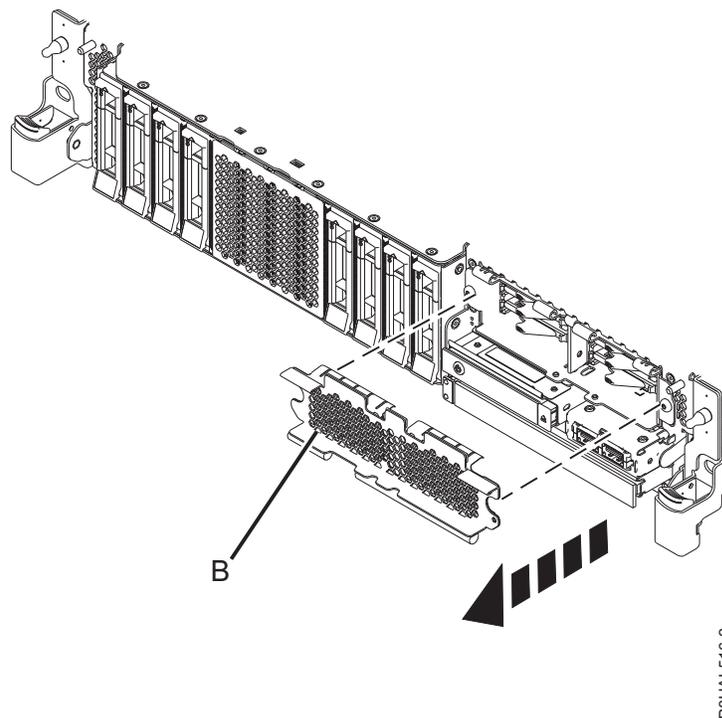

Figure 64. Retrait du cache du compartiment SSD pour accéder aux emplacements SSD d'un système à fonction étendue
12. Pour accéder aux emplacements SSD, retirez le cache perforé (B) qui obstrue le compartiment SSD comme illustré dans la figure 64.